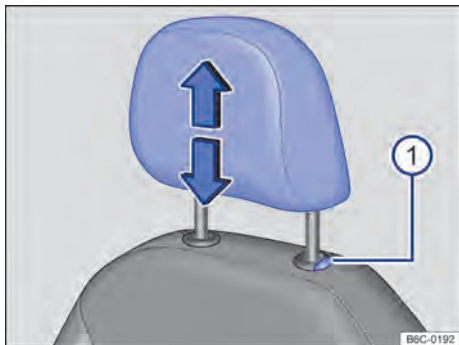
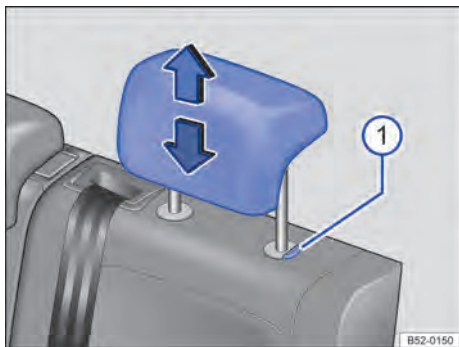

Fig. 63 Apoyacabezas delantero: ajustar.
Fig. 64 Apoyacabezas trasero: ajustar.
- Mover el apoyacabezas hacia arriba o hacia abajo, en el sentido de la flecha, presionando el botón → fig. 63 ① o → fig. 64 ① presionado → ▲ en *Introducción al tema* de la pág. 80.